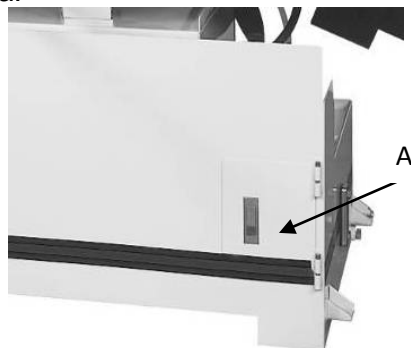

Рис.31
5. Чтобы открыть дверь, нажмите на красную кнопку (А, Рис. 31) на стопорной пластине распылителя.